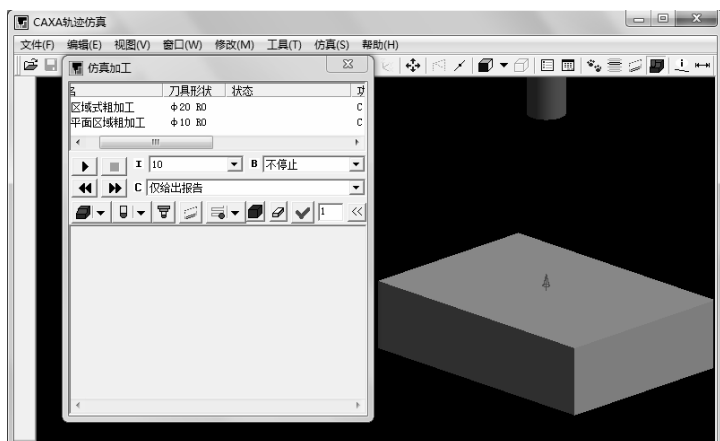

图 2-28 “仿真加工”对话框
2) 在仿真界面中, 选择下拉菜单“工具”→“仿真”命令, 或直接单击“实体仿真”按钮, 系统立即进行加工仿真, 并弹出“仿真加工”对话框, 如图 2-28 所示。